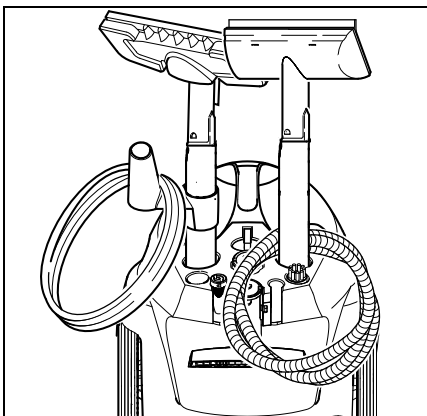

Fig. 3
- Inserire i tubi prolunga nel grande contenitore portaaccessori (Fig. 3).